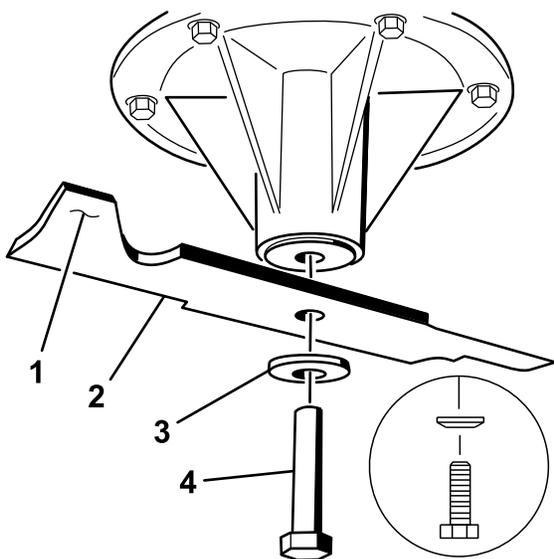

Figura 77
2. Instale la cuchilla en el eje (Figura 77).
3. Instale la arandela curva y el perno de la cuchilla (Figura 77).
**Nota:** El cono de la arandela curva debe estar orientado hacia la cabeza del perno (Figura 77).